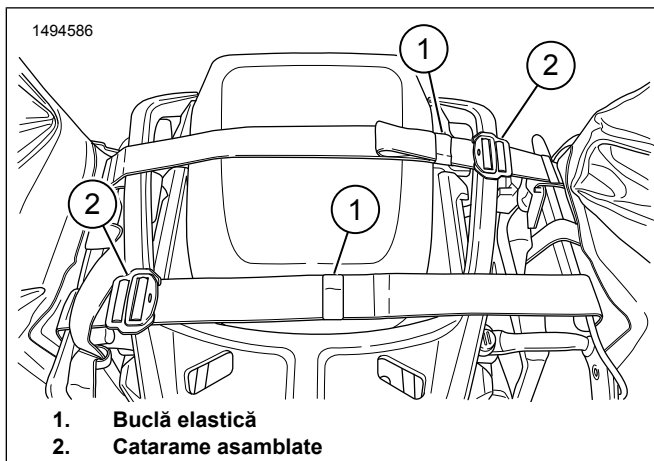

Figura 3. Curele peste șaua pentru pasager
4. Figura 3 Montați desagiile pe vehicul cu curele conectate peste șaua banchetei din spate.
6. Figura 3 Așezați capetele în exces în bucle elastice (1).